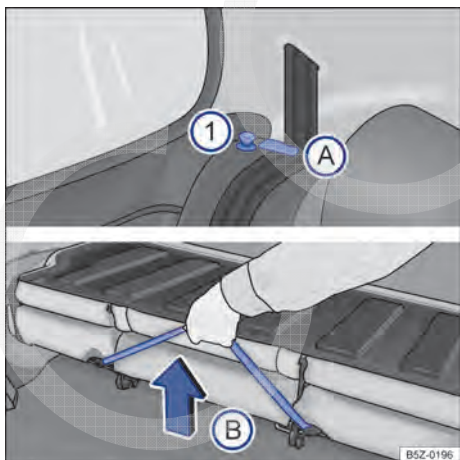

Fig. 65 Banco traseiro: pinos de destravamento ①; posicionador para os cadarços dos cintos A; alça para destravamento do conjunto do assoalho B.
- Posicionar os cadarços dos cintos de segurança nos seus respectivos posicionadores → Fig. 65 ①.
- Levantar o pino → Fig. 65 ① de destravamento em ambos os lados para cima e, ao mesmo tempo, rebater o encosto do banco traseiro para frente.
- Puxar a alça → Fig. 65 ② para destravar o conjunto do assoalho e, ao mesmo tempo, levante-o **cuidadosamente** na direção dos bancos dianteiros.
- Segurar o banco traseiro pela alça → Fig. 65 (B) e, soltar de uma altura de 15 cm.
- Retirar os cadarços do cinto de segurança do posicionadores → Fig. 65 (A). Para veículos com cintos de três pontos fixos, recolocar as linguetas nos respectivos fechos.